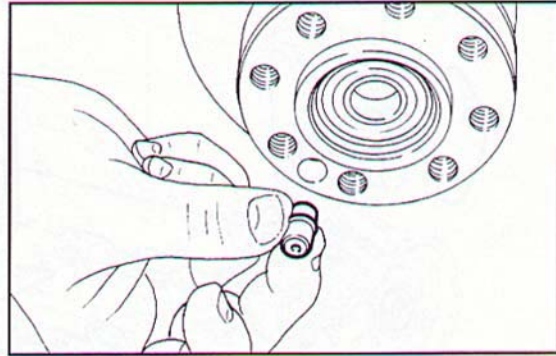

Fig. 116 ▲
- in caso sia stato smontato, montare il grano di centraggio volano motore (Fig. 116);
- if removed earlier, fit the flywheel centring stud back in (Fig. 116);